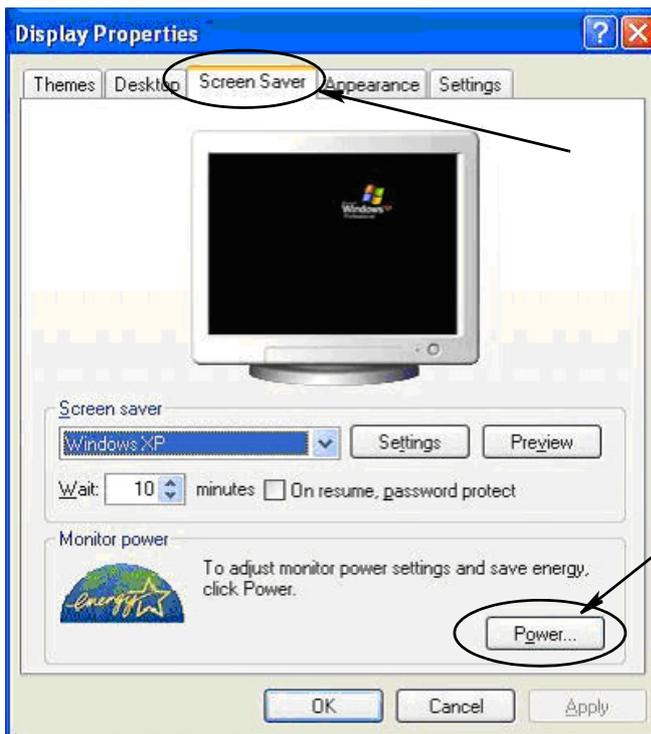

ABB. 14
2. Das Fenster „Eigenschaften“ wird aufgerufen. Wählen Sie die Registerkarte „Bildschirmschoner“. Wählen Sie im Bereich „Energieverbrauch überwachen“ die Schaltfläche „Energieverwaltung“ (ABB. 14).